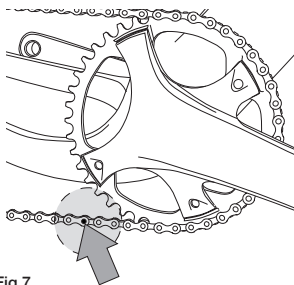

Fig.7
- Mueva la cadena al piñón más pequeño y, luego, coloque los eslabones que se deben cerrar en la zona indicada en la Fig.7.